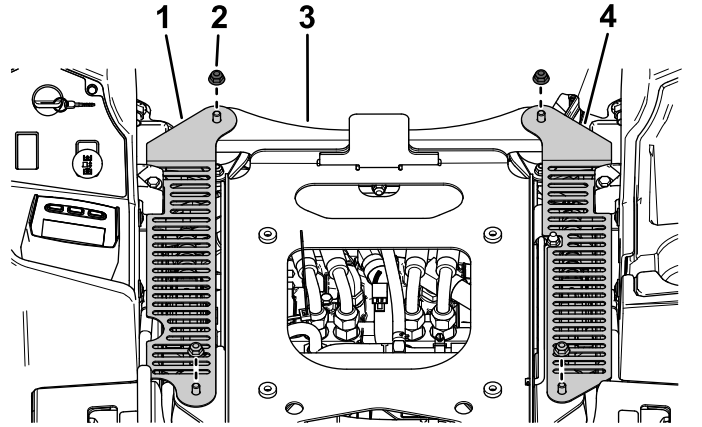

Bild 26
3. Befestigen Sie die linke CE-Abdeckung und die rechte CE-Abdeckung mit den zuvor entfernten vier Bundmutter ( $\frac{3}{8}$ " ) an der Sitzstützplatte, wie in Bild 26 dargestellt.